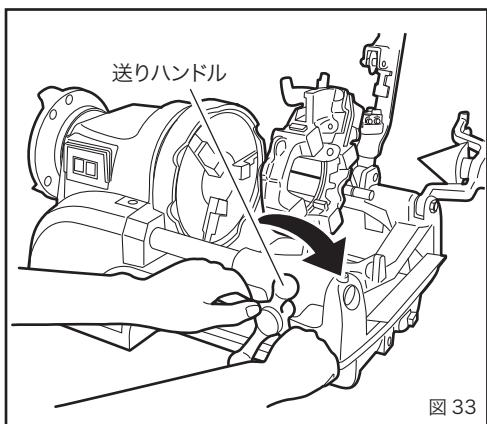

図 33
- 案内セットノブを矢印④の方向に止まるまで押すと、ダイヘッドはセットの位置になります。ON スイッチを押すと、オイルはダイヘッドから自動的に注油されます。
- 送りハンドルを時計方向に回して、パイプにダイヘッドを押しつけ、チーザを食いつかせてください。(図 33)